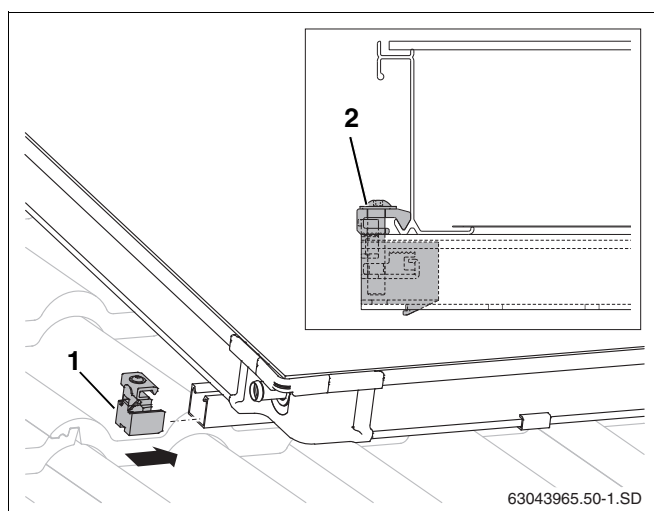

Рис. 49 Односторонний зажим коллектора слева
- ▶ Задвиньте односторонние зажимы (рис. 49, поз. 1) в верхнюю и нижнюю профильные шины.
- ▶ Придвиньте зажимы к раме коллектора и затяните ключом SW 5 (рис. 49, поз. 2).